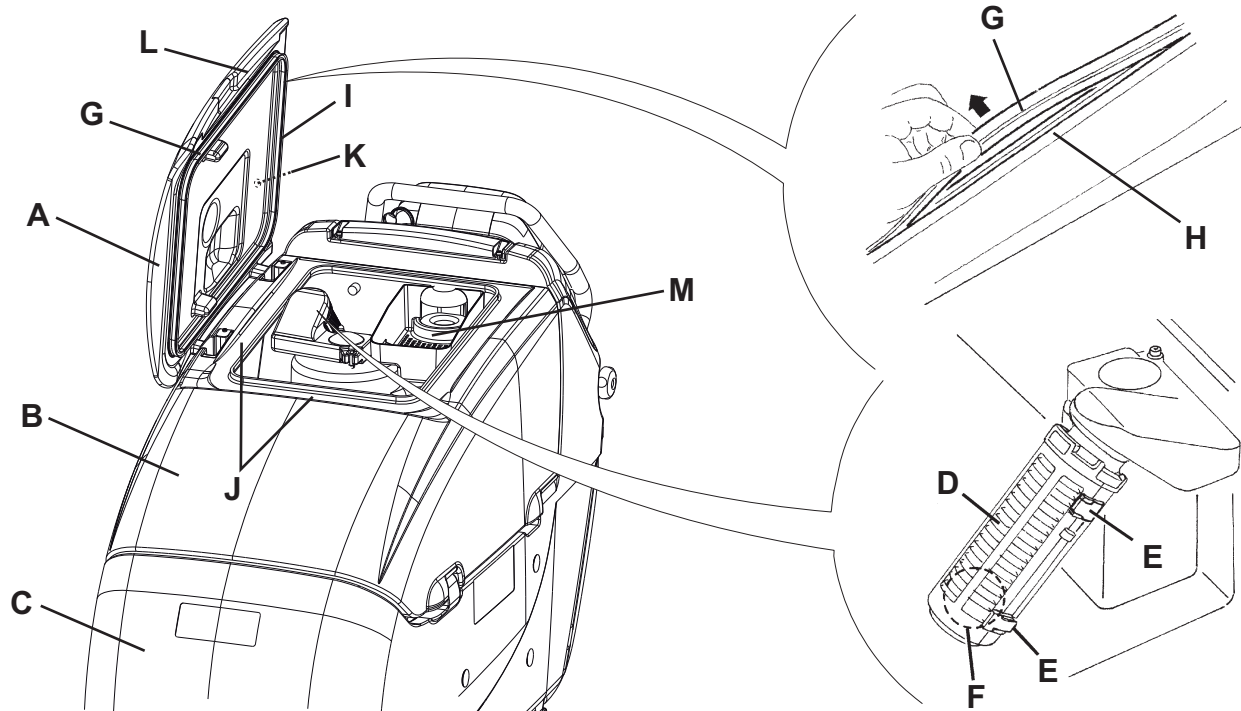

Figure 6
2. Positionner la clé de contact (80) sur "0".
3. Ouvrir le couvercle (A, Fig. 6).
5. Nettoyer et laver à l'eau propre le couvercle (A), les réservoirs (B et C) et la grille d'aspiration avec fermeture automatique à flotteur (D).